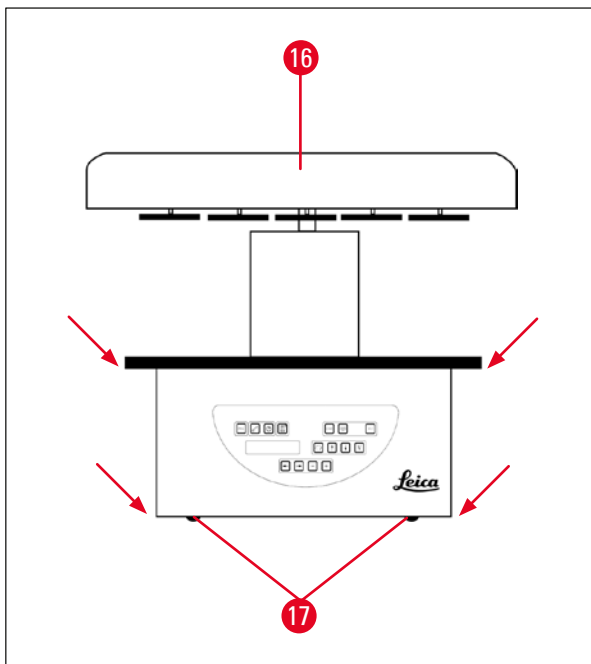

Fig. 12
- Pegue pela plataforma dos recipientes de reagentes ou pela parte inferior da carcaça (→ Fig. 12) para erguer o aparelho e retirá-lo da base (→ Fig. 11-10).